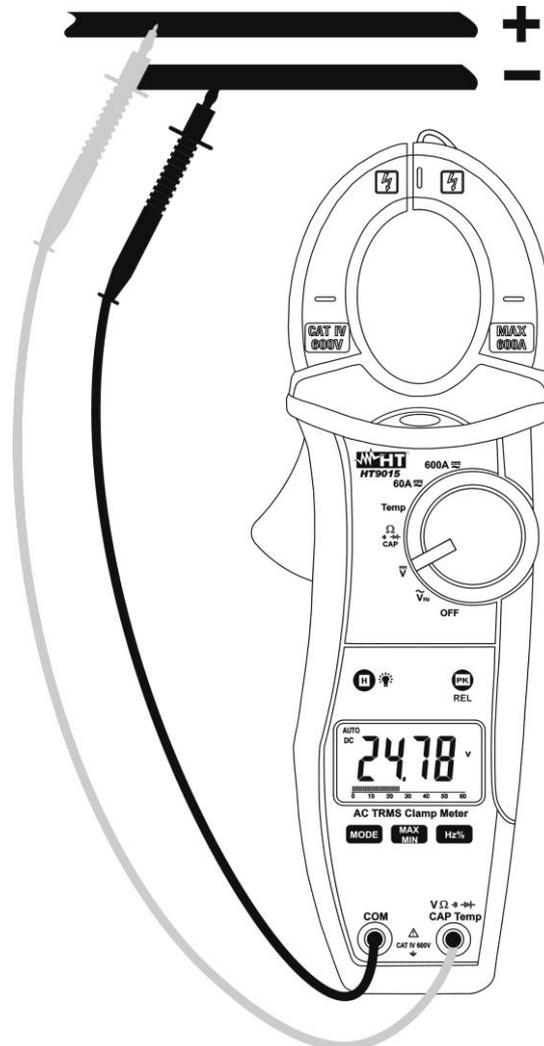

Fig. 4: Uso da pinça para a medição de Tensões CC
2. Inserir o cabo vermelho no terminal de entrada $\text{V}\Omega\text{Hz}\% \text{Temp}$ e o cabo preto no terminal de entrada **COM** (Fig. 4)